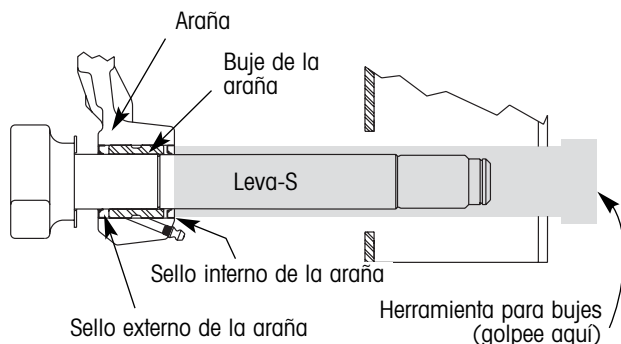

Figura 14. Remoción del buje de la araña y los sellos
12. Deslice la herramienta del buje sobre el extremo de la leva-S y presiónelo contra el sello interno de la araña (figura 14).
13. Golpee el extremo de la herramienta del buje para sacar el sello interno de la araña, el buje de la araña y el sello externo de la araña fuera de la araña (figura 14).